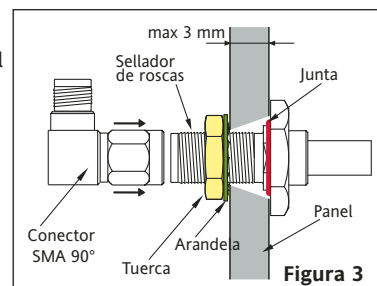

Figura 3
- Enroscar la tuerca hasta fijar el cable (véase la Figura 3)
- Volver a aplicar una pequeña cantidad de sellador de roscas en el conector como se indica en la figura 3